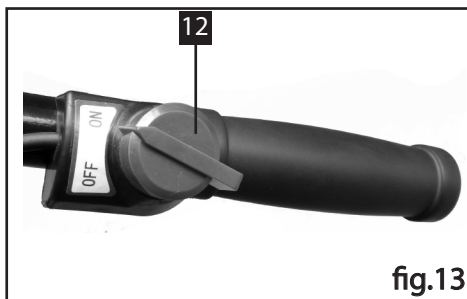

fig.13
- 3) Împingeți întrerupătorul de dedesubt în poziția de PORNIT. (Fig. 13)